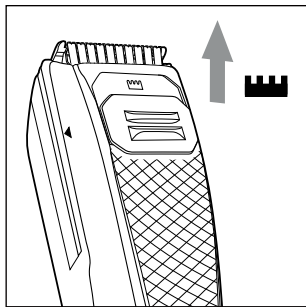

Fig. 6
- 1) Skub skyderen til udtyndingsfunktionen  ② op til position . Den udtyndingsfunktion, som er integreret i skærehovedet ①, køres frem foroven (se fig. 6).